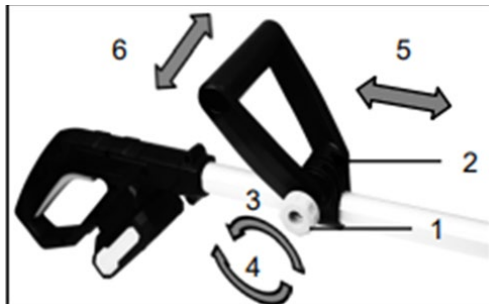

Рисунок 3. Схема регулювання додаткового руків'я.
4. Для зміни кута нахилу додаткового руків'я (рис. 3):
- послабити гайку (1, рис. 3) проти годинникової стрілки (3, рис.3);
- відрегулювати кут нахилу додаткового руків'я (5; 6, рис. 3);
- зафіксувати руків'я в необхідному положенні гайкою (4, рис. 3) до упору.